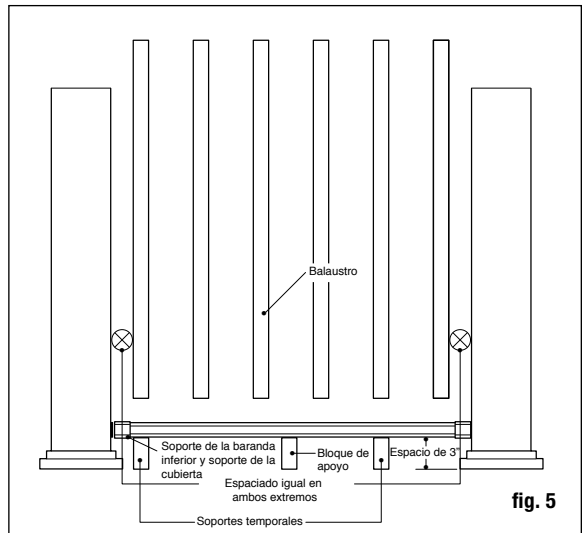

fig. 5
**Paso 6** Mida la distancia entre las coberturas de poste instaladas para determinar la longitud de los barandales superior e inferior. Posicione el barandal inferior al lado de los postes y ajústelo de modo que la distancia entre el primer agujero de balaustre y el poste sea mayor a 5.1 cm (2 pulg.) e igual en ambos extremos (consulte la fig. 5). Marque el barandal. Corte el barandal inferior. Corte el barandal superior con el mismo espaciado y longitud.
**Paso 10** Coloque las cubiertas de soportes del barandal lineal y los soportes lineales en los extremos del barandal superior. Posicione el barandal superior colocando los balaustres dentro de los orificios taladrados mientras trabaja de un extremo a otro. Revise el nivel del barandal. Usando el soporte lineal como guía, marque las posiciones de los tornillos en la cobertura del poste y en el barandal en ambos extremos. Pretaladre agujeros guía de .32 cm (1/8 pulg.) a través de la cobertura de poste y del barandal. Sujete el soporte lineal a la cobertura del poste usando los tornillos cuadrados de cabeza cilíndrica #8 - 15 x 2" - #2 y luego sujete el soporte lineal al barandal usando tornillos cuadrados autorroscantes de cabeza cilíndrica #10-16 x 3/4" - #2 (fig. 5).